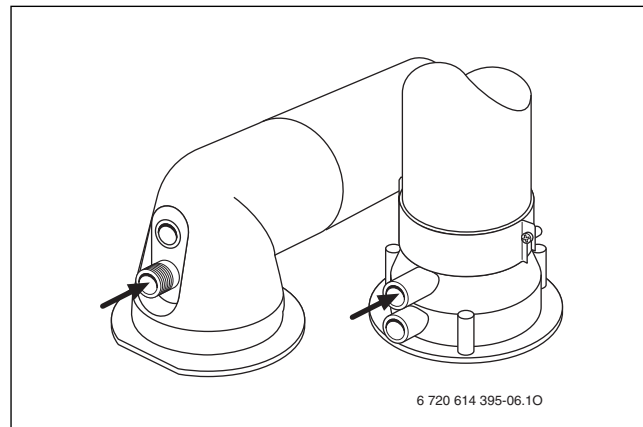

Fig. 96
- ▶ Rimuovere il tappo dalle prese di analisi combustione (→ fig. 96).